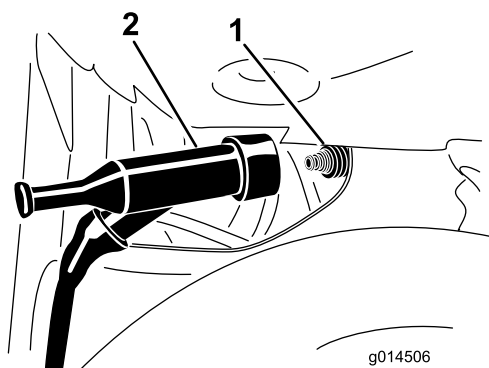

Figura 44
3. Desconecte el cable de la bujía del terminal de la bujía (Figura 44).
4. Conecte el cable de la bujía a presión en el terminal de la bujía (Figura 44).